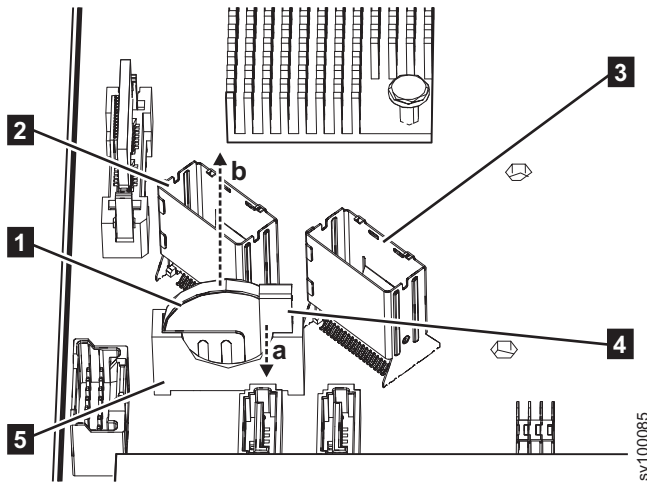

図 183. 2145-SV1 CMOS バッテリーの取り外し
- a. 図 183に示されている方向 (a) に向かって、バッテリー・ホルダー・キャッチ **4** をバッテリーから引き出します。
- b. 親指と人差し指を使って、図 183 に示されている方向 (b) に向かって、バッテリーをホルダー **5** から持ち上げます。